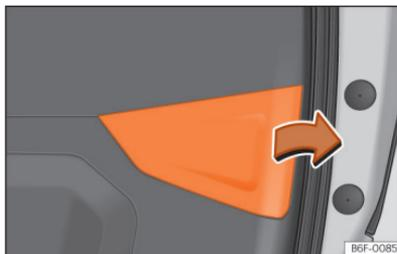

Fig. 174 Porta da bagageira aberta: retirar a tampa.
- Retirar a tampa da porta da bagageira no sentido da seta »» **Fig. 174**.